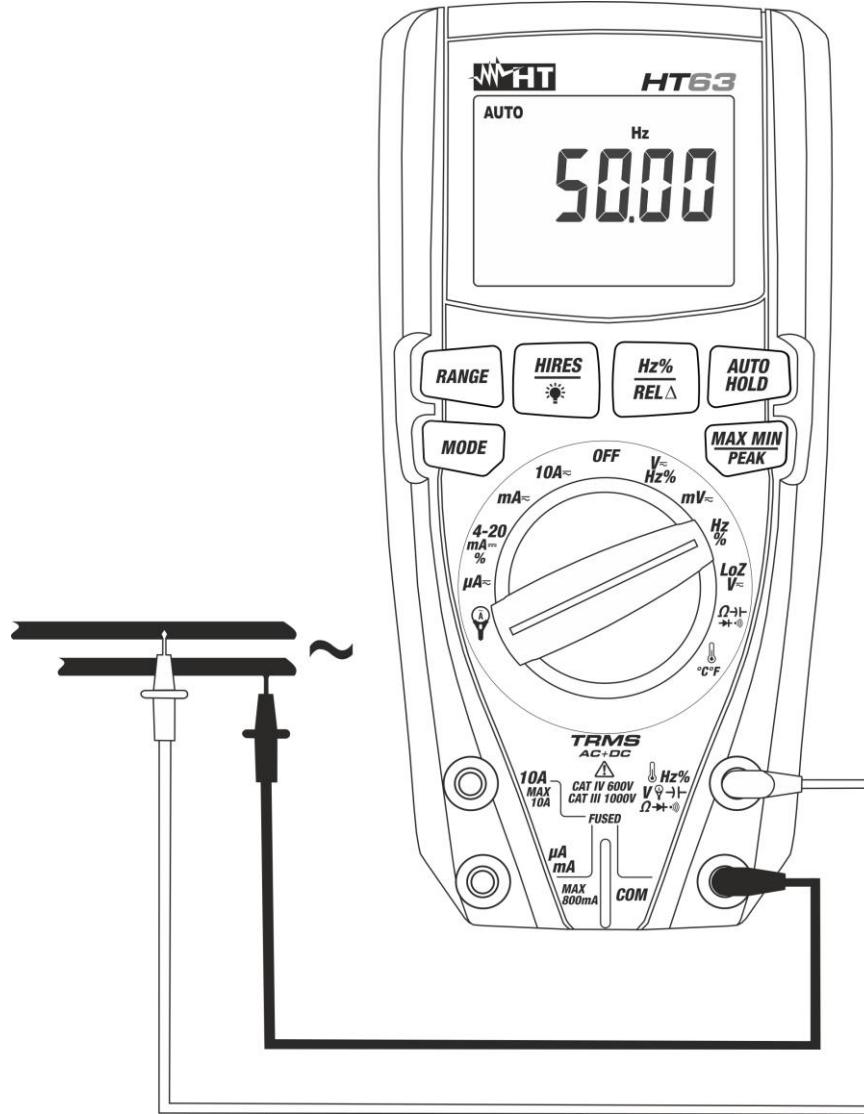

Abb. 5: Verwendung des Gerätes für Frequenz- und Duty Cycle-Messungen
3. Verbinden Sie die rote Messleitung mit der **Hz% (A)** Eingangsbuchse und die schwarze Messleitung mit der **COM** Eingangsbuchse.
4. Verbinden Sie die rote Messleitung und die schwarze Messleitung mit den gewünschten Messpunkten des zu messenden Kreises (siehe Abb. 5). Der Wert der Frequenz (Hz) oder des Duty Cycle (%) erscheint auf dem Display. Der Bargraph ist bei diesen Funktionen nicht aktiv.